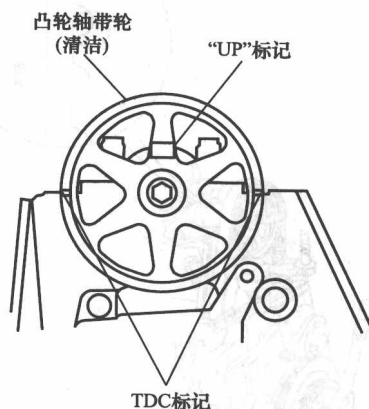
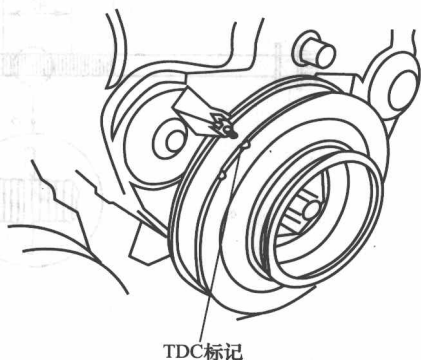

图 1-17 对准凸轮轴带轮标记
图 1-19 曲轴带轮上止点位置
3) 转动凸轮轴传动带轮，使其上止点标记与后盖的上表面对齐，如图 1-17 所示。
置,如图 1-19 和图 1-17 所示。